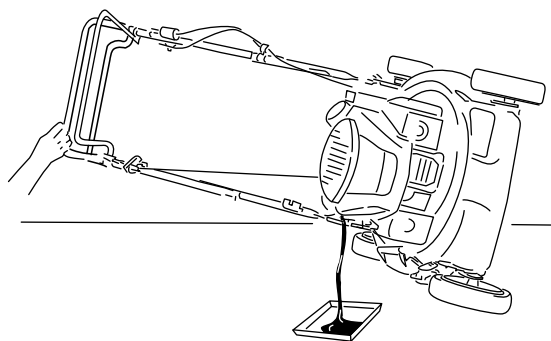

Figura 29
4. Ponga la máquina de lado (con el filtro de aire hacia arriba) para drenar el aceite usado del tubo de llenado de aceite (Figura 29).